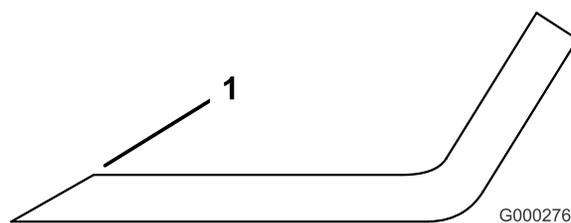

Figura 81
- Affilate i taglienti da entrambe le estremità della lama con una lima (Figura 81). Rispettate l'angolazione originale. La lama conserva il proprio equilibrio soltanto se viene rimossa una quantità uguale di materiale da entrambi i taglienti.